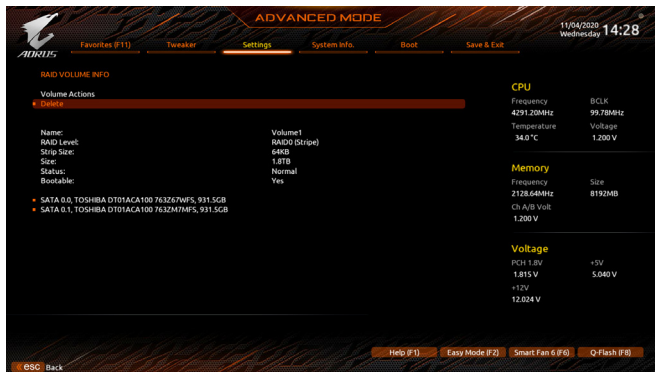

图6
完成后画面将回到「Intel(R) Rapid Storage Technology」画面, 即可在「RAID Volumes」处看到建立好的磁盘阵列。若要检视更详细的数据, 可在该磁盘阵列上按<Enter>键, 即可看到例如磁盘阵列模式、区块大小、磁盘阵列名称及磁盘阵列容量等信息(图6)。